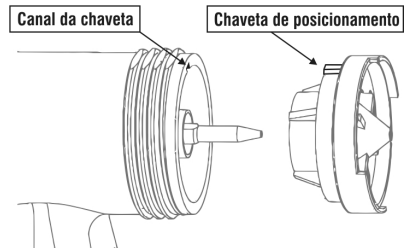

Fig. 7 – Montagem da capa de ar
- Para remontar a capa de ar deve-se encaixar a chaveta de posicionamento no seu encaixe, conforme Fig. 7. Remonte os demais componentes;